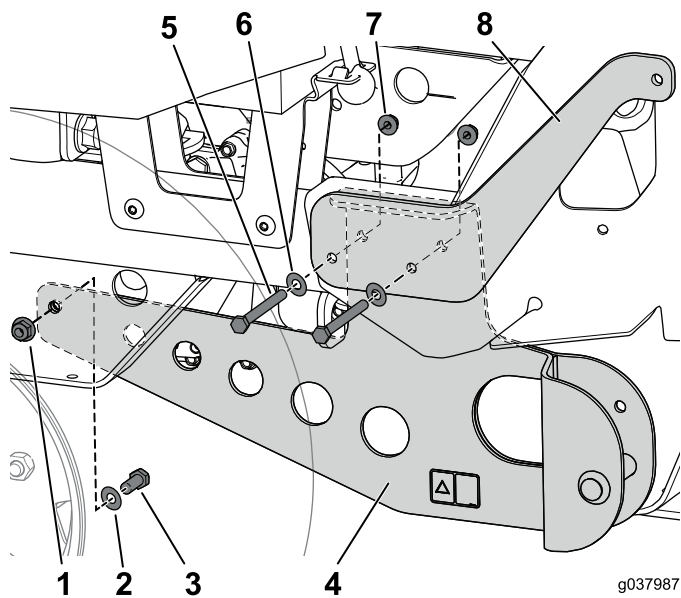

図 13
5. バゲーマウントをトランスミッションマウントに固定するボルト1"、ワッシャ、フランジナットを仮止める 図 13。
6. 先ほど挿入した2本のボルトに、バグーの穴を合わせてフランジナット2個で固定する 図 13。